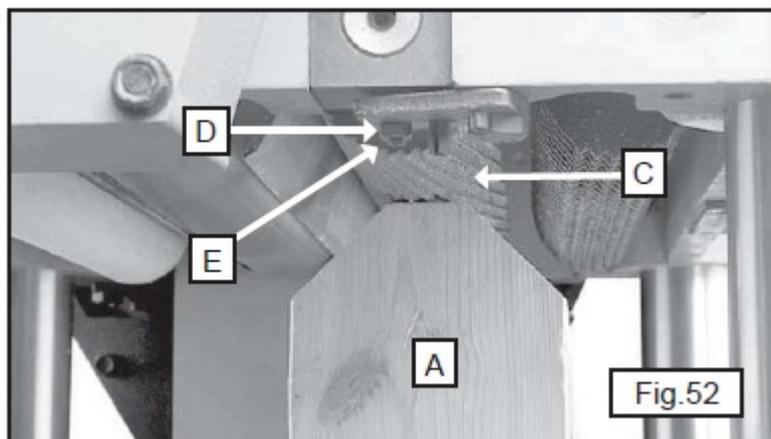

Рис. 52
3. Переместить калибр (А), рис. 52, без щупа под один конец подающего ролика (С). Низ подающего ролика (С) должен касаться верха калибра (А).
4. Для регулировки ослабить гайку (D), рис. 52, и поворачивать регулировочный винт (E) до тех пор, пока конец подающего ролика не коснётся верха калибра. Затянуть гайку (D).